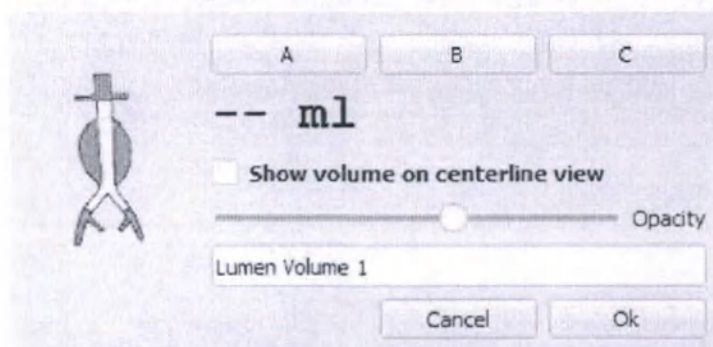

Рисунок 15: Всплывающее окно Объем полости
- Объем полости (Lumen volume): на видах 2D или 3D, расположите и подтвердите точки A, B и C, нажав на соответствующие кнопки (Рисунок 15). Отображение результата может быть включено/выключено. Прозрачность получившейся модели может быть изменена.